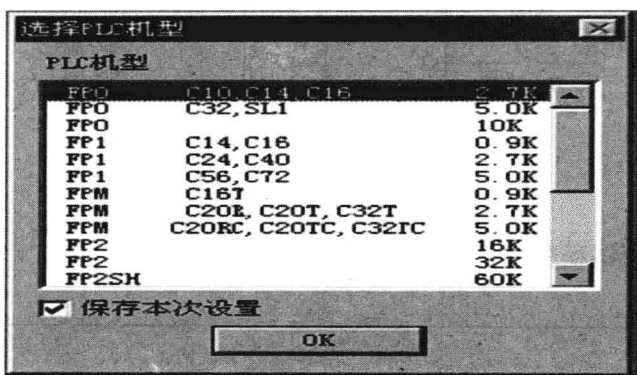

图 1-14 选择 PLC 机型
(2) 选择 [创建新文件]，画面中将会显示关于机型选择的对话框，请从中选择所使用的 PLC 机型 (FPI C24 或 C72)，并单击 OK 按钮，如图 1-14 所示。